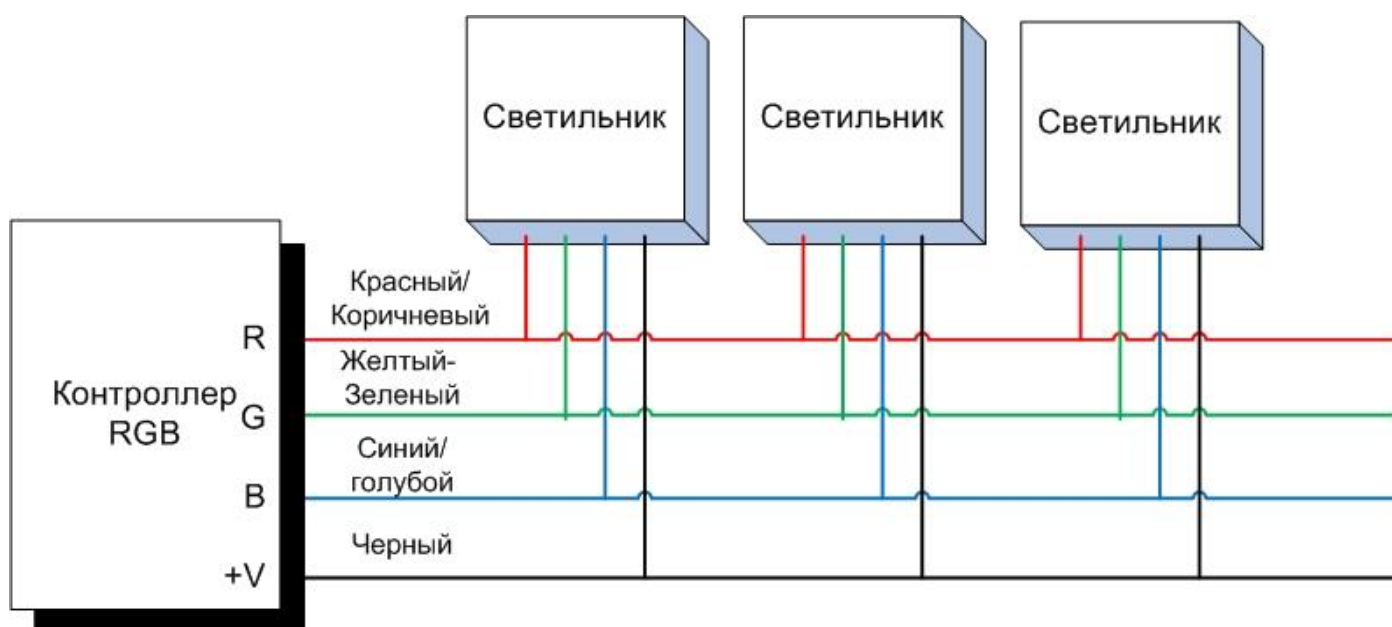
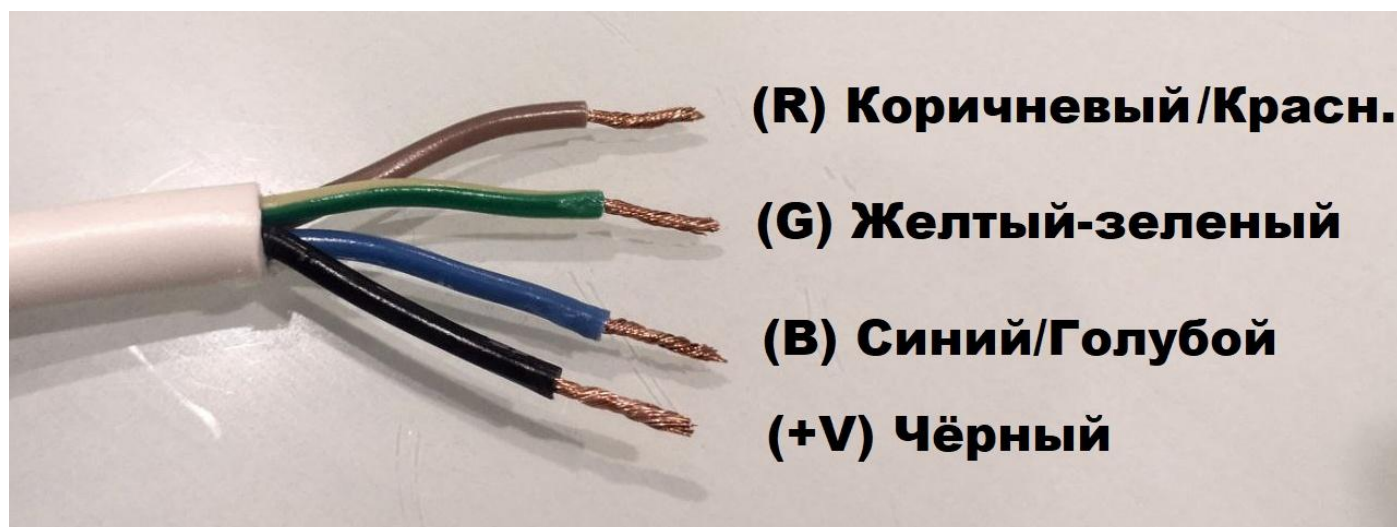

Рис.1. Схема подключения
Рис.2. Цветовая маркировка кабеля светильника
5.2 Осуществить подключение светильника к кабельной сети согласно схемы подключения (см.рис. 1) и цветовой маркировки кабеля светильника (рис.2).